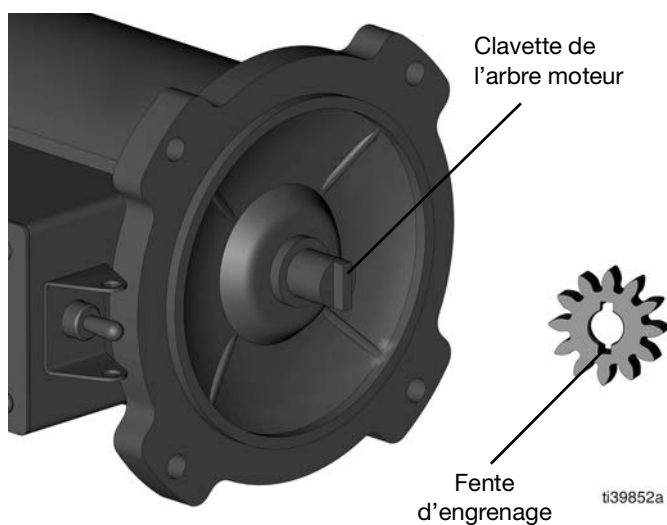
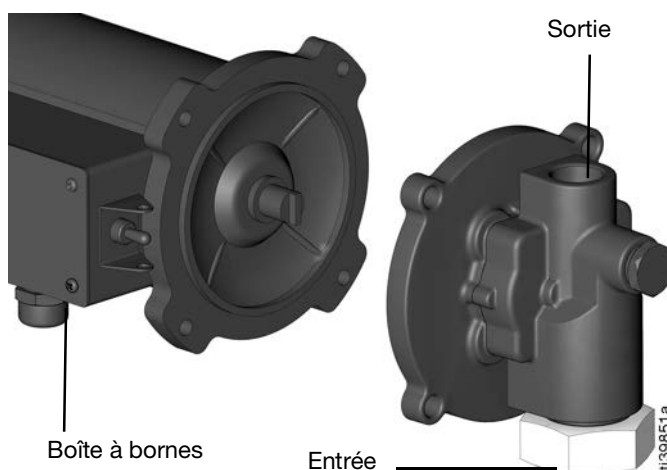

FIG. 39
FIG. 40
5. Mettez l'ensemble du boîtier de pompe sur le moteur. La clavette de l'arbre du moteur doit correspondre à la fente de l'engrenage sur le couvercle intérieur. La sortie de la pompe doit être orientée vers le haut et la boîte à bornes doit être centrée entre la sortie et l'entrée de la pompe (FIG. 39 et FIG. 40).